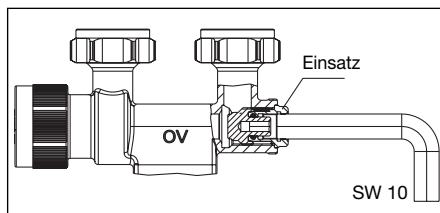

Abb. 7 Entleeren / Füllen
2. Mit dem Sechskantschlüssel SW 10 durch Linksdrehen den Einsatz lockern (max. $\frac{1}{4}$ Gewindegang) (s. Abb. 7).
3. Entleerungs- und Füllwerkzeug von der Armatur abschrauben und mit Sechskantschlüssel SW 10 den Einsatz max. 10 Nm anziehen (s. Abb. 7).
1. Mit Sechskantschlüssel SW 10 durch Rechtsdrehen des Einsatzes (s. Abb. 7) die Armatur schließen (max. 10 Nm).